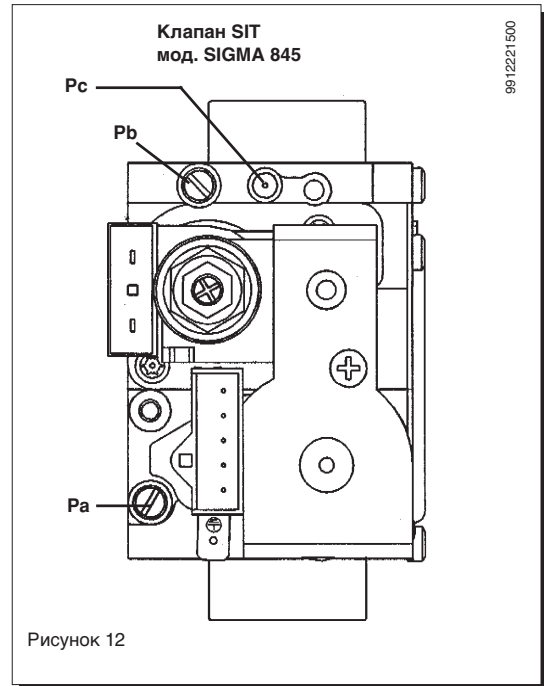

Рисунок 12
- Присоединить линию положительного давления дифференциального манометра, желательного водяного типа, к точке отбора давления (Pb) газового клапана (см. рис. 12). Если котел имеет герметичную камеру, приделать к линии отрицательного давления того же дифманометра подходящий тройник, позволяющий соединить между собой уравнительную линию котла, уравнительную линию газового клапана (Pc) и сам манометр. (Чтобы произвести этот замер, можно также подключить манометр к точке отбора давления (Pb) и снять переднюю панель герметичной камеры.)
- Открыть газовый кран и повернуть ручку (1) в положение ЗИМА (❄).
- Удостовериться, что динамическое давление подачи газа на котел, замеренное в точке отбора давления (Pa) газового клапана (см. рис. 12), равняется требуемому значению (37 мбар для пропана, 20 мбар для природного газа).